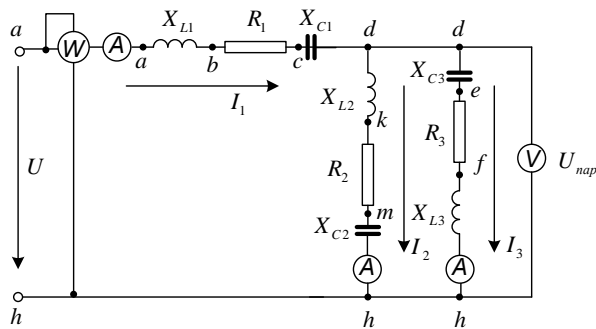

Рис. 1.1
1. По базе данных (табл.1.1) для своего варианта определить параметры электрической цепи (рис. 1.1), питающей от сети синусоидального тока с напряжением U